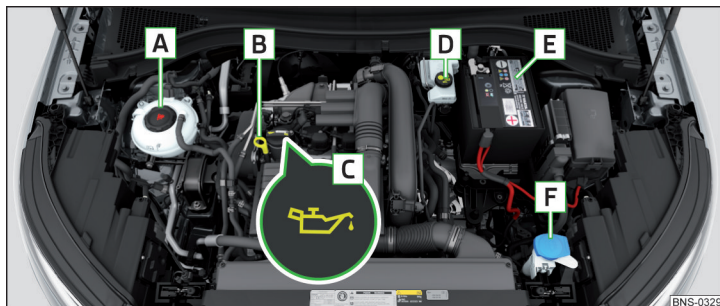

Fig. 325 Exemplu de dispunere în compartimentul motor
- Deșurubați capacul orificiului de umplere cu ulei **C** » fig. 325 la pagina 287.